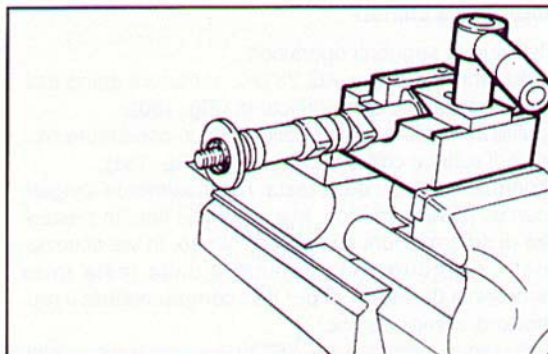

Fig. 184 ▲
- posizionare l'albero di distribuzione lato aspirazione su un supporto idoneo (Fig. 184) e bloccarlo;
- set the intake side camshaft on a suitable support (Fig. 184) and clamp it there;